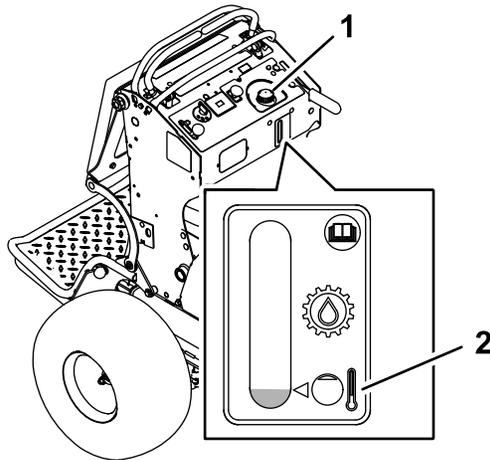

Figure 60
- Nettoyez la surface autour du bouchon et du goulot de remplissage du réservoir hydraulique (Figure 60).
- Enlevez le bouchon du goulot de remplissage (Figure 60).